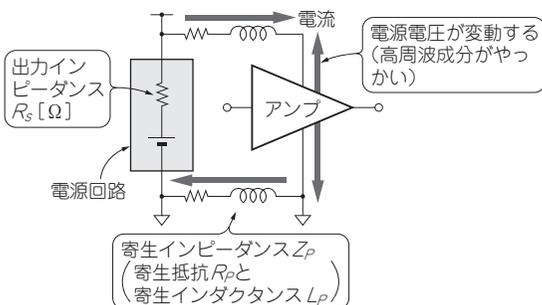

図1 現実の回路では、電源回路に出力インピーダンスがあり、電源回路とICを接続するプリント・パターンにも抵抗/インダクタンスの寄生成分がある
- 図1の「寄生抵抗/寄生インダクタンスを含めて考えた現実の回路」のことを考慮して配置、配線する(本誌2018年7月号特集 第2部 其の10参照)